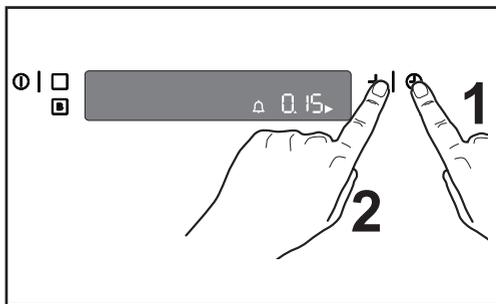

Рис. 7
1. Чтобы выбрать режим таймера, нажмите на кнопку установки времени . Начнет мигать соответствующий символ , и на панели управления появится индикация “0.00” (Рис. 7).